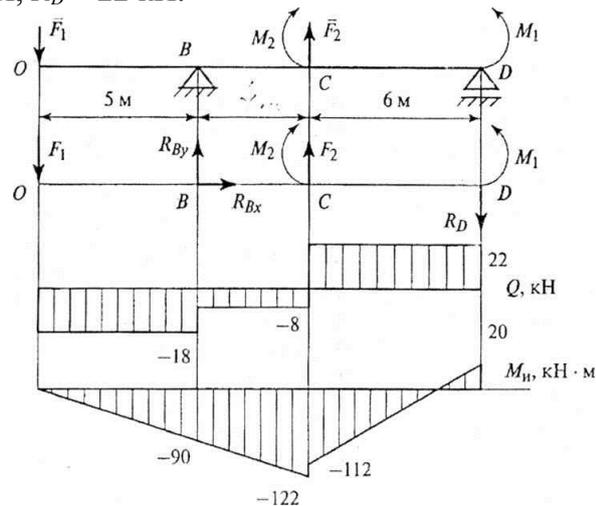

Рис. 6.6
Для заданной двухопорной балки (рис. 6.6) определить реакции опор, построить эпюры поперечных сил и изгибающих моментов, определить размеры поперечного сечения (h, b, d) в форме прямоугольника и круга, приняв для прямоугольника $h/b = 1,5$. Считать $[\sigma_{из}] = 160$ МПа.
1. Строим расчетно-графическую схему (рис. 6.6).
3. Определяем поперечные силы Q в характерных точках: O, B, C, D и строим эпюру слева направо (рис. 6.6):